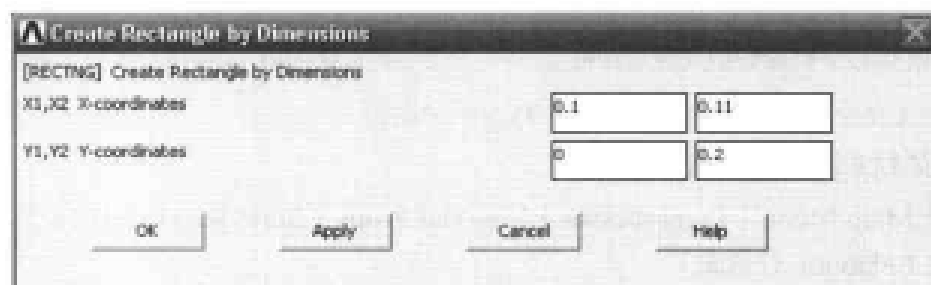

图 9-50 生成矩形面对话框
(1) 选择 Main Menu | Preprocessor | Modeling | Create | Areas | Rectangle | By Dimensions 命令, 出现 Create Rectangle by Dimensions 对话框, 在文本框中输入 X 坐标 0.1、0.11, 输入 Y 坐标 0、0.2, 如图 9-50 所示。